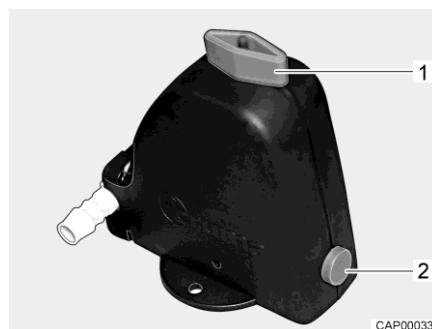
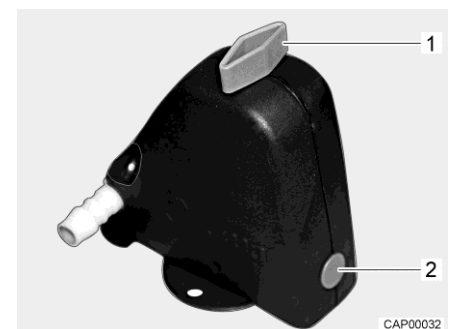

Bild 101 Sicherheits-/Ablassventil geöffnet
Bild 102 Sicherheits-/Ablassventil geschlossen
- Sicherheits-/Ablassventil schließen. Dazu Drehknopf (Bild 101,1) quer zum Sicherheits-/Ablassventil drehen und Druckknopf (Bild 101,2) hineindrücken. Das geschlossene Sicherheits-/Ablassventil ist in Bild 102 dargestellt. Bei Temperaturen unter 6 °C lässt sich das Sicherheits-/Ablassventil nicht schließen.